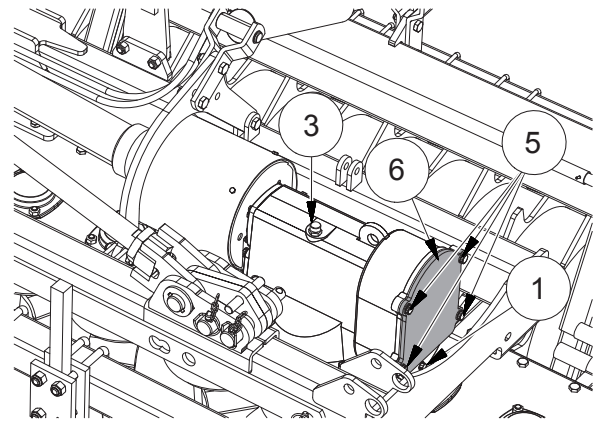

FIG. 41
- Die Schrauben (5, "Fig. 41") abdrehen. Den Deckel (6) abnehmen.
- Den Deckel wieder aufsetzen (6). Die Schrauben und Mutter festdrehen.
Um den Ölstand im Getriebegehäuse zu kontrollieren, den Deckel mit Ölmesstab abschrauben (3, "Fig. 41"). Den Stand mit den Hinweisen auf dem Stab kontrollieren. Wenn nötig, bis zum Pegel auftanken.
UM DEN ARBEITSGANG ZU VEREINFACHEN, IST ES MÖGLICH, EINEN ABSAUGER FÜR FLÜSSIGKEITEN ZUR ÖLVERWERTUNG, VOM ÖL-EINFÜHRLOCH (3, FIG. 41) UND DANN ZUM GETRIEBEBECKEL (6), EINZUSETZEN.